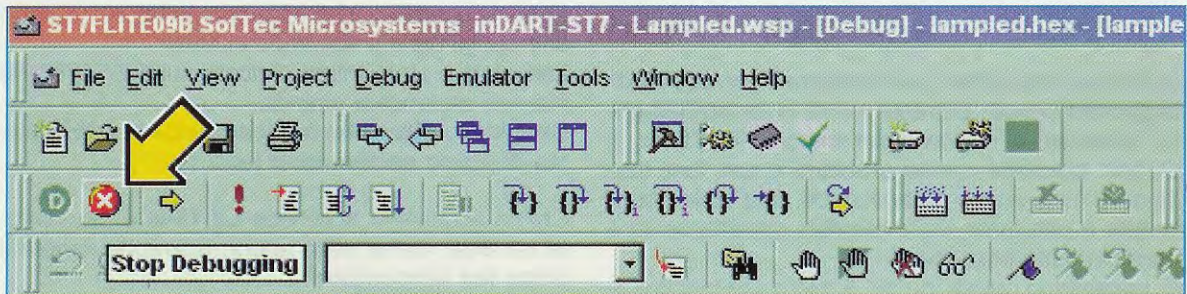

Fig.26 Per completare l'uscita dal programma, dovrete cliccare sull'icona X dello Stop Debugging e conseguentemente uscirete in modo definitivo dal Debug.
Fig.25 Se invece vi appare questa finestra, potreste non aver settato correttamente la Porta Parallela o non aver sistemato in modo corretto i ponticelli J2-J3 (vedi fig.1), quindi per uscire cliccate sul tasto OK e si aprirà la finestra di fig.26.
**OK** e successivamente, come riportato in fig.26, cliccate sulla **X** cerchiata di rosso "**Stop Debugging**" per uscire dal **debug** (la funzione **Debug** infatti era stata comunque attivata anche se non funzionante).
Poichè vi trovate ancora dentro il **Debug**, per uscire anche da quest'ultimo cliccate sull'icona **rossa** con la **X** cerchiata di rosso (**Stop Debugging**) di fig.26 e tornerete alla situazione iniziale.